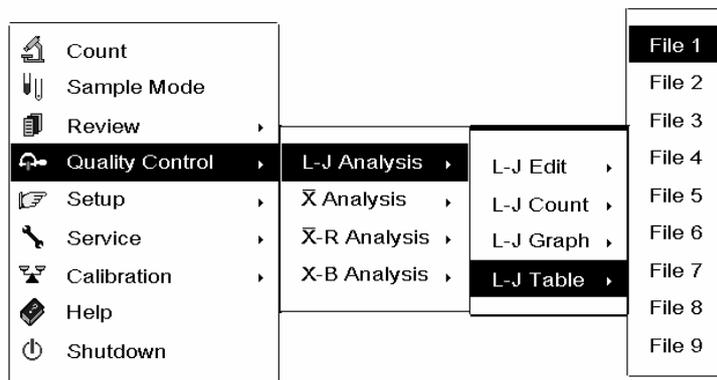

Abbildung 8-13 System-Menü
**WÄHLEN** Sie "Qualitätskontrolle → L-J-Analyse → L-J-Tabelle → Datei 1" AUS (Abbildung 8-13), um die "L-J-Tabelle"-Anzeige aufzurufen (Abbildung 8-14). Jede Anzeige gibt 5 Ergebnisse wieder. Die Parameterwerte, die sich ausserhalb des erwarteten Bereichs befinden, werden mit "H" (höher als der obere Grenzwert) oder "L" (niedriger als der untere Grenzwert) gekennzeichnet.